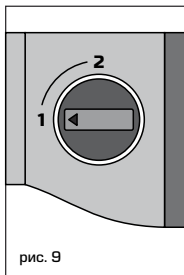

рис. 9
9. Желательно чтобы двигатель имел 2 - 3 скорости вращения вала (рис.9).